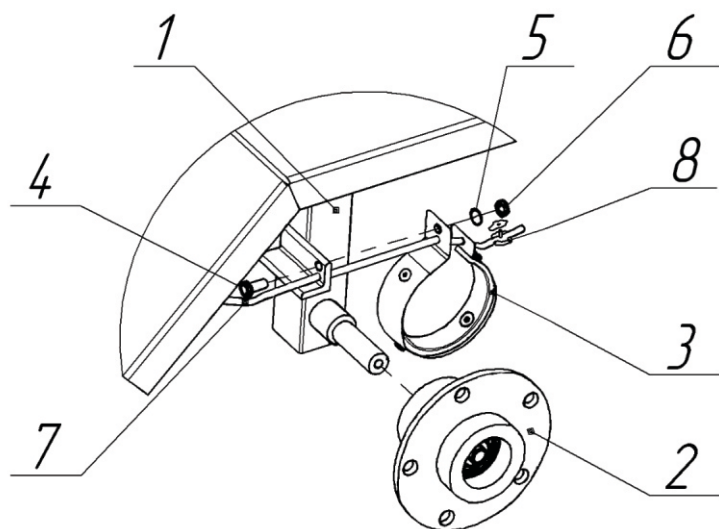
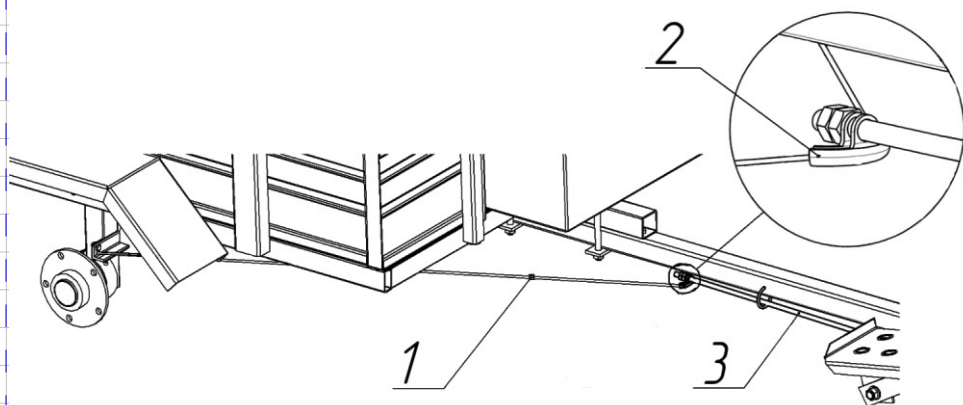
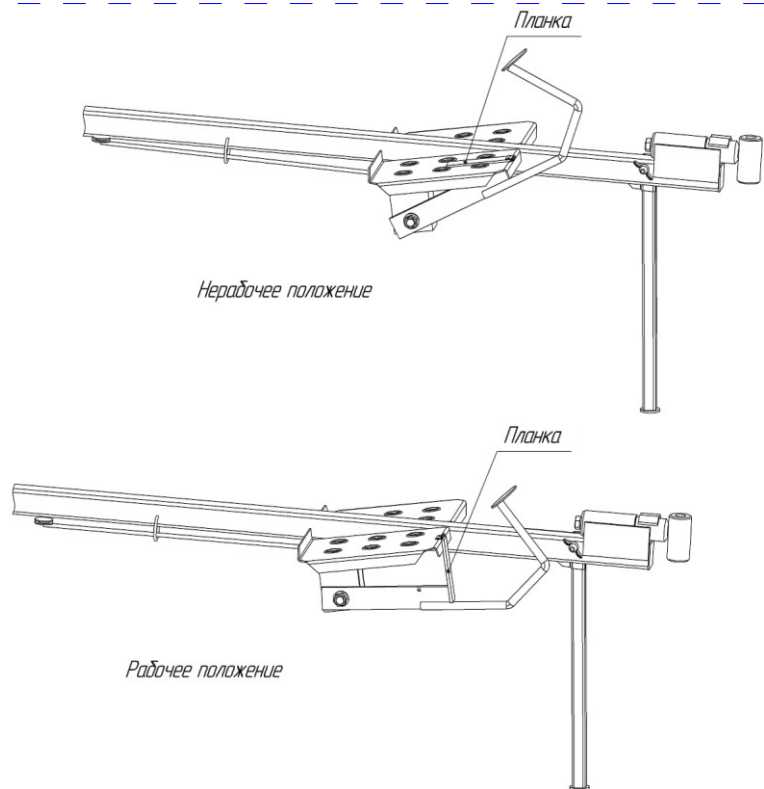

Рис. 3 Тормозная система
Рис. 4 Расположение троса
Рис. 5 Положения стояночного механизма
6.7. Установите тормозную колодку (3) вокруг ступицы колеса (2) согласно рис.3. Прикрутите тормозную колодку (3) к уголку на стойке колеса (1) при помощи болта М6х16 (4), шайбы 6 (5), гайки М6 (6). Проденьте стальной трос (7) в отверстия на уголке (расположенное ниже) и колодке (в отверстия на обоих концах колодки). Закрепите конец троса при помощи зажима троса (8) (для большей надежности трос уложите петлей). На конец тормозной тяги (3) (Рис. 4) установите уровнительную скобу (2), наверните две гайки М8 на конец тормозной тяги (3). Проденьте свободный конец стального троса (1) через уровнительную скобу (2). Аналогичным образом установите вторую тормозную колодку. Натяните трос так, чтобы при нажатии на тормозную педаль производилось торможение, закрепите конец троса при помощи зажима троса (для большей надежности трос уложите петлей). Проверьте работоспособность стояночного тормозного устройства (Рис. 5). При необходимости натяните тормозной трос перемещая уровнительную скобу по тормозной тяге при помощи гайки М8. По окончании регулировки зафиксируйте положение скобы второй контргайкой М8.
7.1. Перед погрузкой груза убедитесь в надежной фиксации кузова. Установите прицеп на стояночный тормоз (Рис. 5). Для приведения стояночного механизма в рабочее положение необходимо перекинуть планку в сторону тормозной педали. Нажать тормозную педаль до момента блокировки колес. Для снятия фиксации необходимо нажать тормозную педаль и перекинуть планку обратно. Максимальная масса прицепа не должна превышать массу мотоблока более чем в 3 раза.